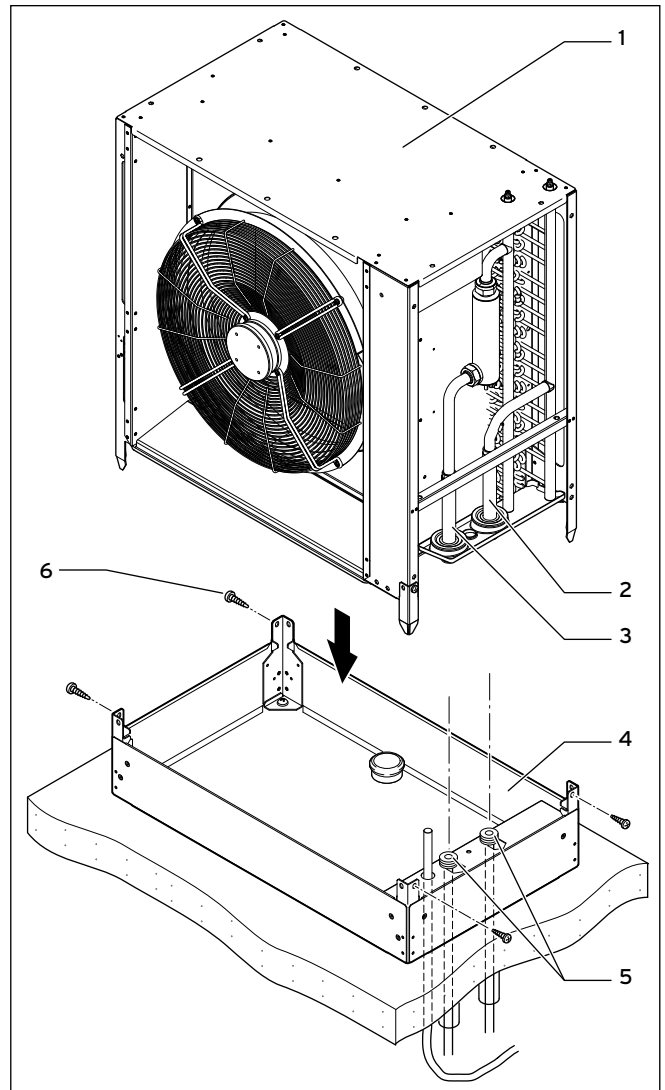

Abb. 4.24 Außeneinheit aufstellen
- Legen Sie die O-Ringe unverdrillt in die Überwurfmutter der Sole-Anschlüsse der Außeneinheit (→ **Abb. 4.24, Pos. 2 und 3**).
- Verschrauben Sie die Überwurfmutter mit den Verbindungsadaptern der Soleleitungen „Sole warm“ und „Sole kalt“ des Solekreises (→ **Abb. 4.24, Pos. 5**) am Montagesockel.